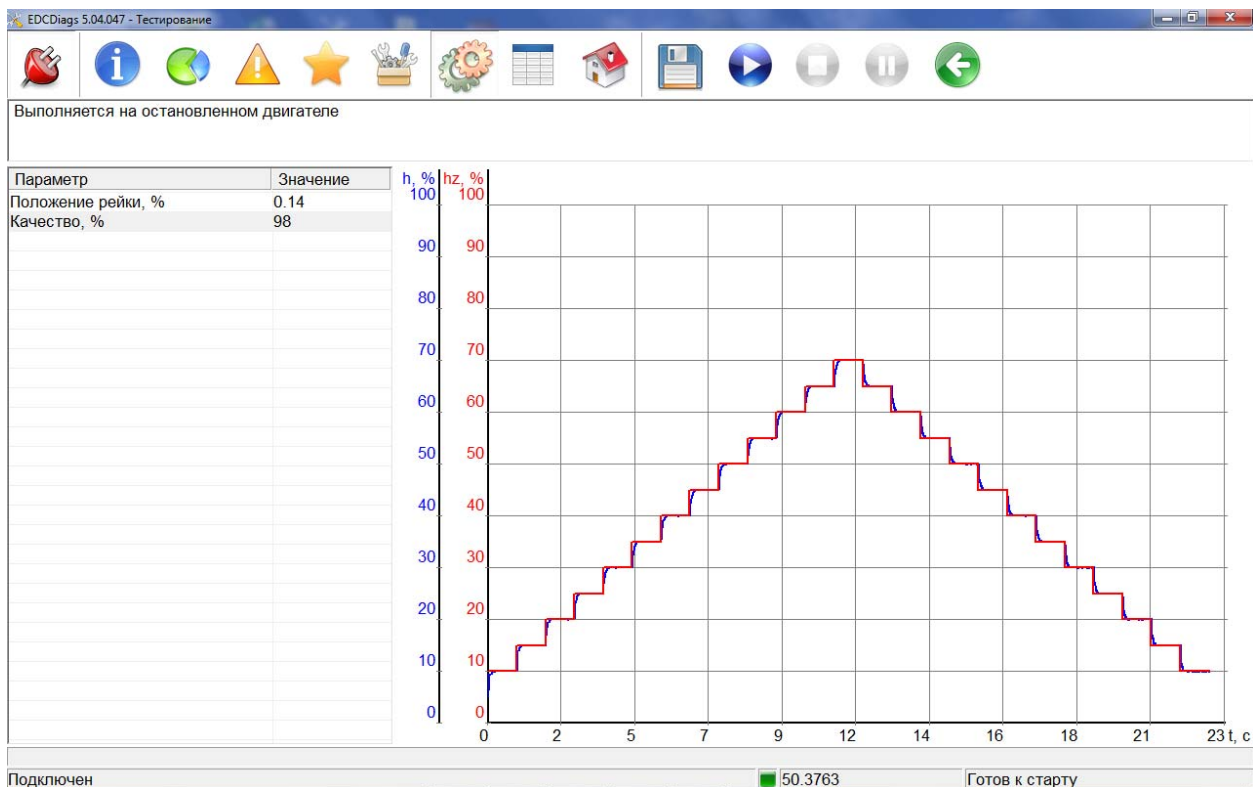

Рис. 3.10.
3.11.1. Выбрать вкладку «Тестирование»  (Рис. 3.10.).
3.11.2. Тестирование с блоком управления 50.3763-30 (ОАО «ЭЛАРА»). В списке параметров выделить курсором «Тест подвижности рейки» и нажать кнопку «Дальше» . Для начала проведения теста нажать кнопку «Выполнить»  и дождаться окончания теста. Во время проведения теста положение рейки будет ступенчато изменяться от 0 до 70%, по окончании появится окно с графиком перемещения рейки ТНВД с заданным и текущим положением рейки (Рис. 3.10.). Показатель «качество» комплексно оценивает переходный процесс перемещения рейки. При исправном ТНВД этот показатель должен быть не менее 90%.